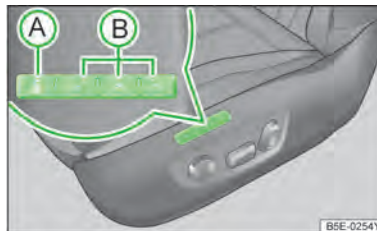

图 90
按压按钮 [SET] [A] 图 90。
按压所需的存储按钮 [B] 图 90。
- ▶ 按下任何记忆按钮并保持 **B** ▶ 图 90，见第 71 页
- ▶ 按下 SET 按钮(位置 **A** ▶ 图 90，见第 71 页)并保持。